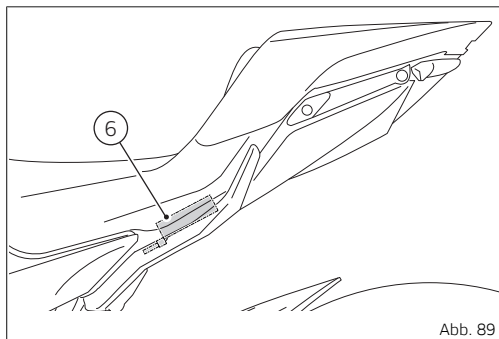
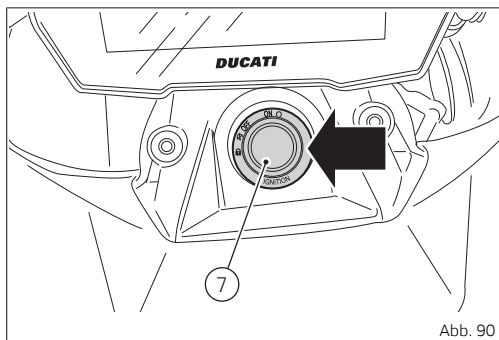

Abb. 89
Abb. 90
(Abb. 89 S.100) gibt die Position der Antenne (6) und (Abb. 90 S.100) die Position des Hands Free-Blocks (7) an.